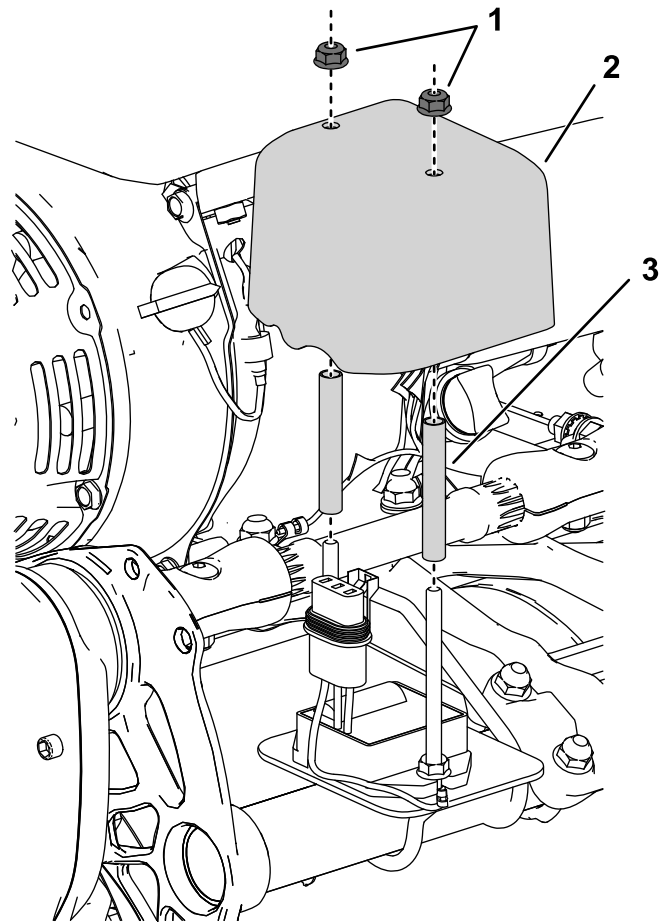

Bild 4
5. Montieren Sie die Distanzstücke und die Abdeckung über den drahtlosen Betriebsstundenzähler und die Kabelbaumverbindungen wie in Bild 4.